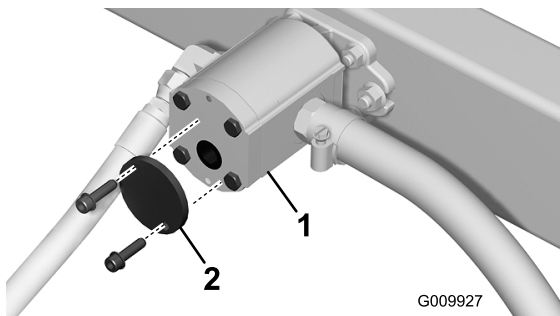

Figura 4
1. Pulite accuratamente attorno al tappo terminale della pompa idraulica per impedire la contaminazione della pompa (Figura 4).
2. Rimuovete i 2 bulloni che fissano il tappo terminale alla pompa idraulica, quindi rimuovete il tappo terminale (Figura 4).